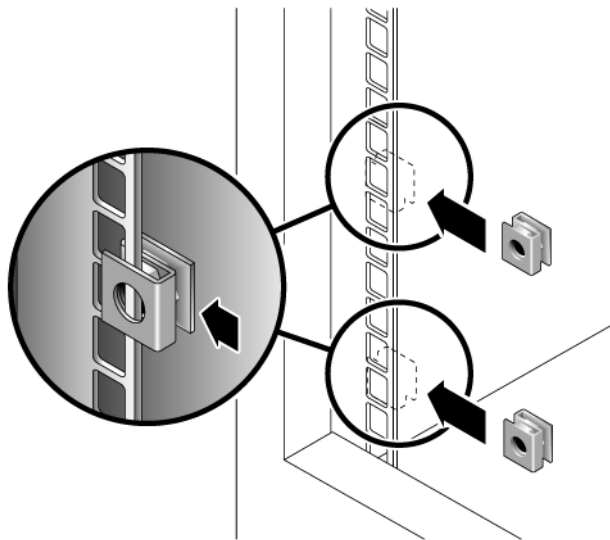

FIGURE 2-24 Introduction des écrous à cage dans les trous de montage des rails de l'armoire
1. Placez deux écrous à cage sur les trous du milieu dans les unités de montage supérieures et inférieures de l'emplacement de l'armoire 3RU dans lequel vous monterez le plateau (voir FIGURE 2-24).